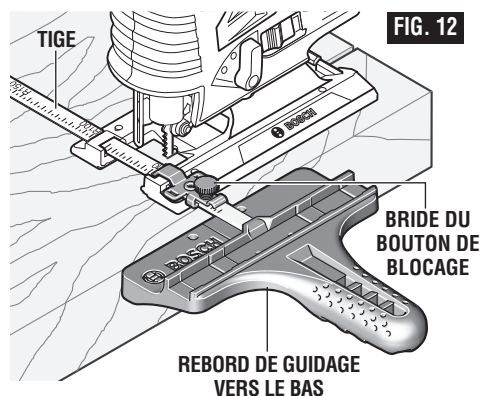

FIG. 12
1. La surface du guide longitudinal doit être positionnée LE LONG de l'ouvrage (Fig. 12).
4. Insérez la fiche de la scie sauteuse dans la source d'alimentation, tenez la scie fermement, comprimez la gâchette et poussez lentement la scie vers l'avant (Fig. 12).